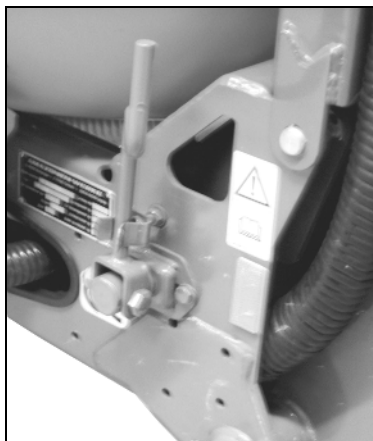

Fig. 30
- Sveiven; låst i hvilestilling (Fig. 30).